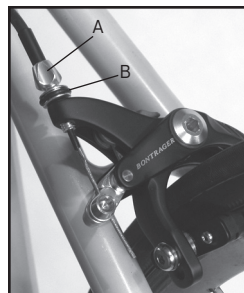

Abbildung 11. Einstellselemente für Bremszüge
6. Drehen Sie die Einstellschraube (Abbildung 11) um ein bis zwei Umdrehungen heraus. Ziehen Sie die Sicherungsmutter der Einstellschraube an, um die Einstellung zu fixieren.